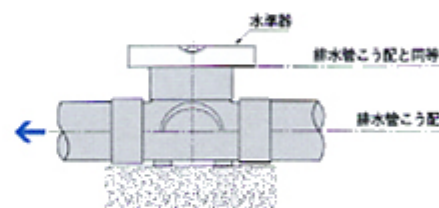

図12-2 兼用タイプの据付け
- 「兼用タイプ」には勾配を設けていませんので、排水管の勾配に見合った傾きをもたせて据付けてください。(図12-2)